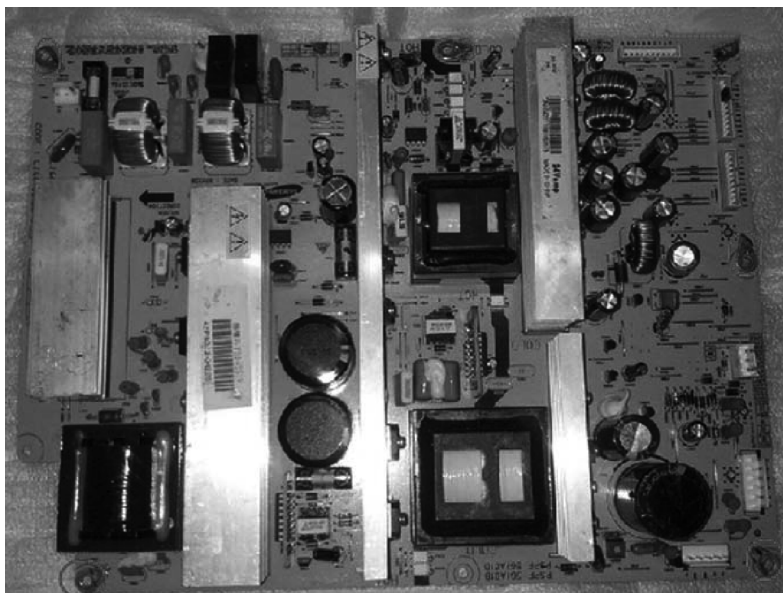

图 3-30 电源高压板的接边孔
⑨ 安装电源高压板时, 应将电源高压板的接边孔 (见图 3-30) 连接到液晶电视开关电源的金属壳上, 以免产生干扰。